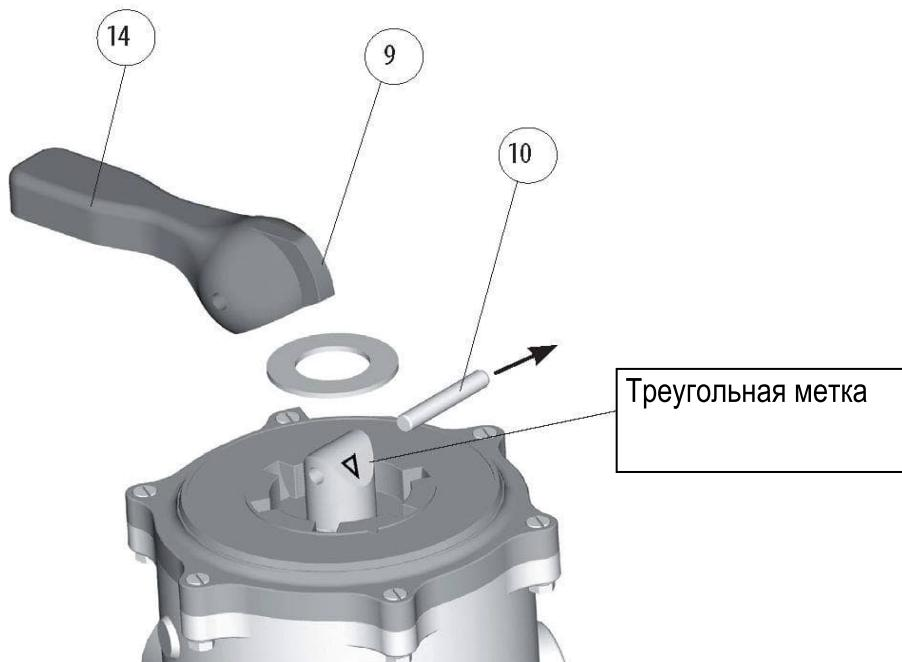
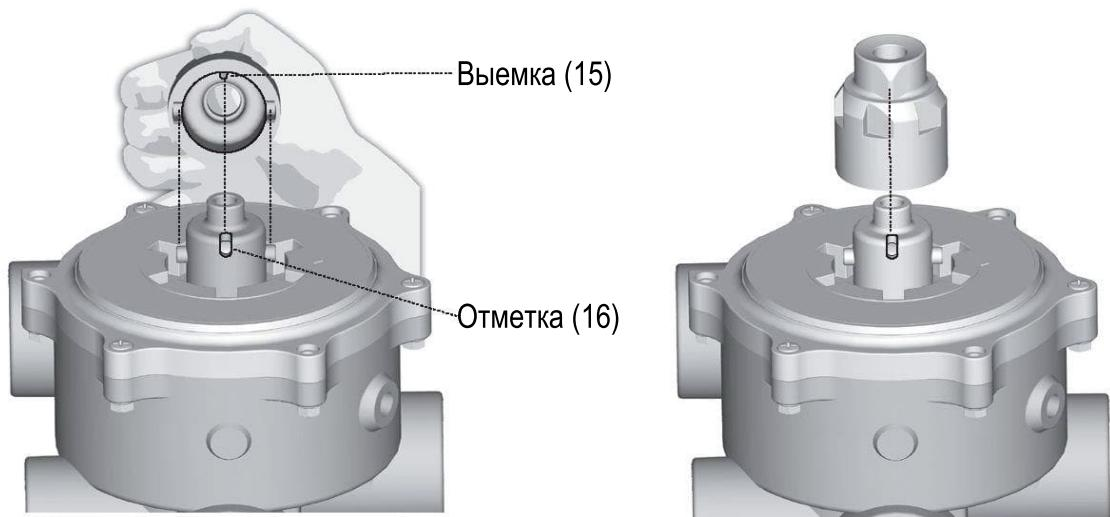

РИС. 6
РИС. 7
Чтобы установить ручку, разместите ее* (14) (ПРИЛОЖЕНИЕ 1 - рис. 6) таким образом, чтобы треугольник на вале колпака был совмещен с позиционером ручки (9). После того, как ручка установлена, можно вставить штифт* (10). В случае, если имеется клапан с электроуправлением в системе слива, поверните рычаг (ПРИЛОЖЕНИЕ 1 - рис. 9 - вид 1) в положение ручного управления.
Снимите штифт (10) (ПРИЛОЖЕНИЕ 1 - рис. 6), снимите ручку (14) и установите деталь (7) (ПРИЛОЖЕНИЕ 1 - рис. 5). Это выполняется путем расположения отметки (A) таким образом, чтобы она была совмещена с треугольником (ПРИЛОЖЕНИЕ 1 - рис. 6). После установки деталей на место следует вставить штифт (6) (ПРИЛОЖЕНИЕ 1 - рис. 5), который должен быть центрирован по длине. Затем установите деталь (5) (ПРИЛОЖЕНИЕ 1 - рис. 4). Совместите выемку (15) с отметкой (16). См. иллюстрацию сборки в ПРИЛОЖЕНИИ 1, рис.7. Детали должны быть расположены правильно (имеется только одна ориентация монтажа). Установите винт (3) и завинтите его. Его не следует затягивать полностью, так как его нужно будет ослаблять, чтобы ориентировать его вместе со штифтом (4) на узле электродвигателя. После этого можно установить узел модуля согласно описанию процесса установки модуля клапана.